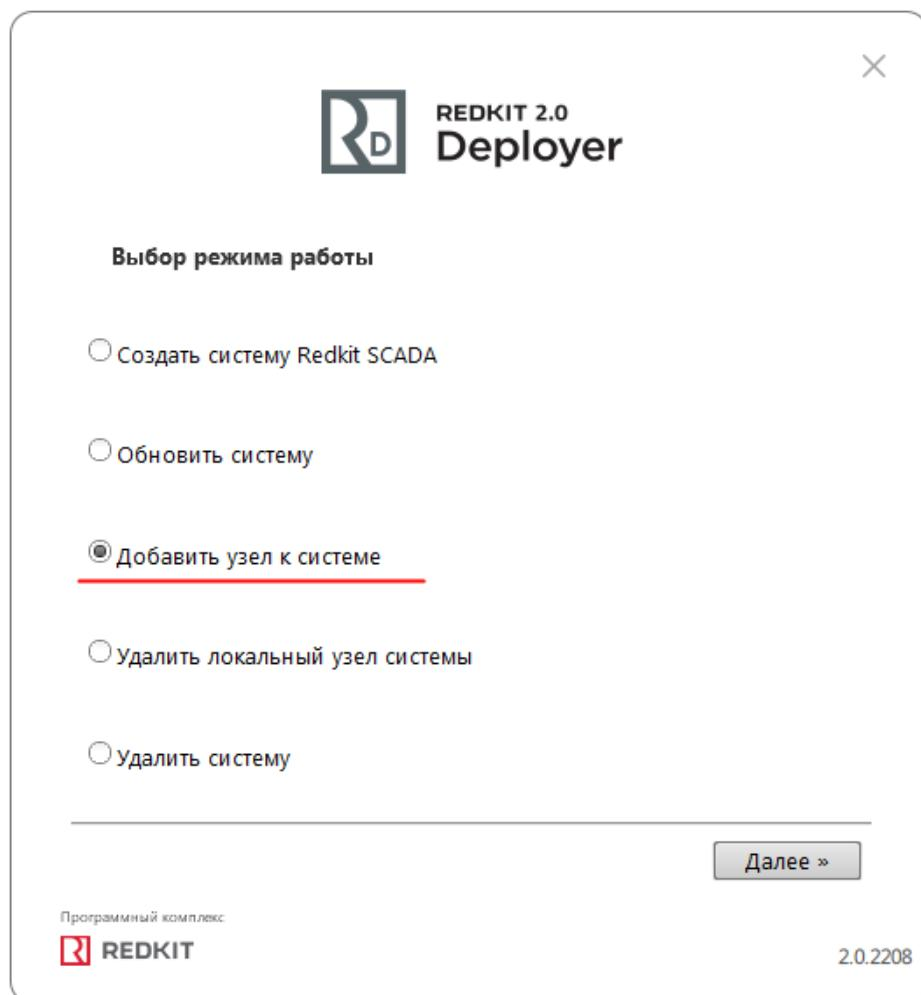

Рисунок 53 - Выбор режима работы
3. Выберите режим работы **Добавить узел к системе** и нажмите **Далее** (Рисунок 53).